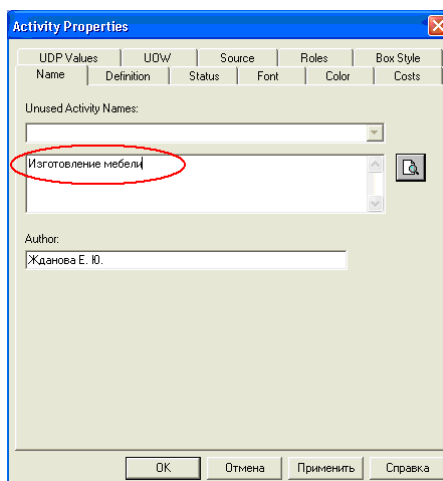

Рис. 1.7. Диалоговое окно BPwin
- В диалоговом окне ввести название «Изготовление мебели» (рис.1.7.).